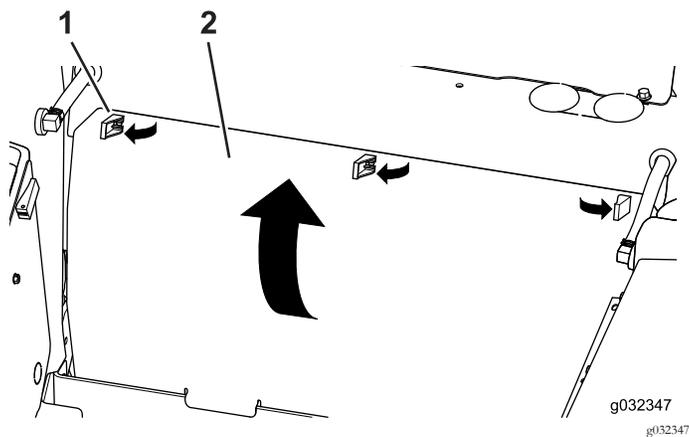

Figura 7
2. Azionate i 3 fissaggi a espansione e rimuovete il pannello posteriore (Figura 7).